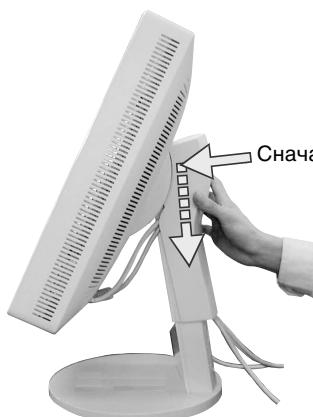

Рисунок D.1
13. Плотно прижмите кабели и установите крышку отсека распределения кабелей на подставке (**Рисунок D.1**). Чтобы снять крышку кабельного отсека, поднимите ее, как показано на **рисунке D.2**.